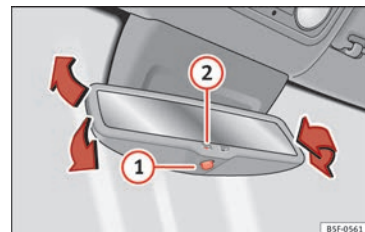

Fig. 24 Rétroviseur intérieur photosensible à réglage automatique*.
Activer la fonction photosensible automatique : appuyez sur le bouton ① » **fig. 24**. Le témoin ② s'allume, et le rétroviseur s'obscurcit en présence de lumière.